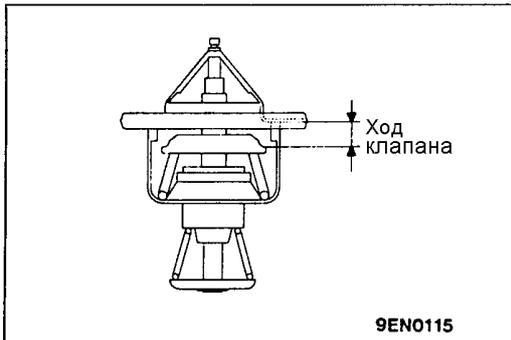

Рис. 11.90
- Величину хода клапана (рис.11.90).